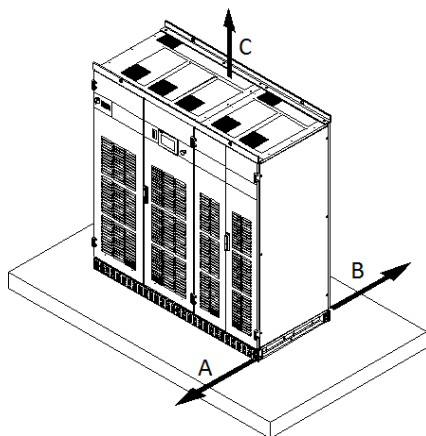

图 3-4 安装空间距离示意图
(2) 逆变器与墙壁及其他设备之间必须保留适当的距离，以便满足最窄维护通道、逃逸路线和通风的要求，如图 3-4 及表 3-3 所示。